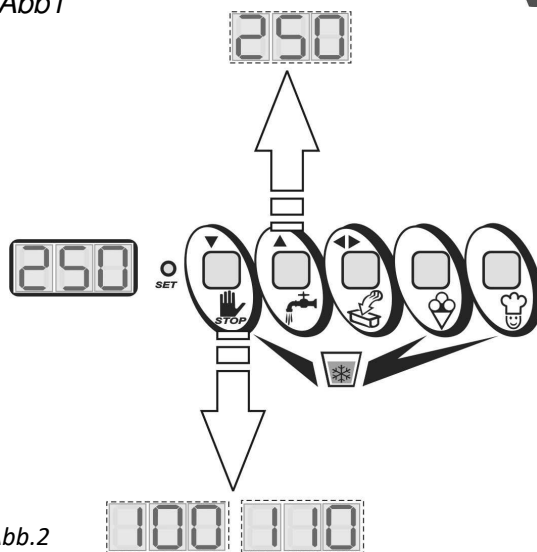

Abb.2
- Die Led-Anzeigen der Tasten UP (▲), Bestätigen (◄►) und DOWN (▼) schalten sich ein, und auf dem Display erscheinen die Zahlen der einstellbaren Konsistenzwerte, ausgedrückt mit einem Zahlenwert zwischen 60 und 250: Die Tasten "UP (▲)" und "DOWN (▼)" zum Steigern oder Senken des Werts drücken (Abb.2).